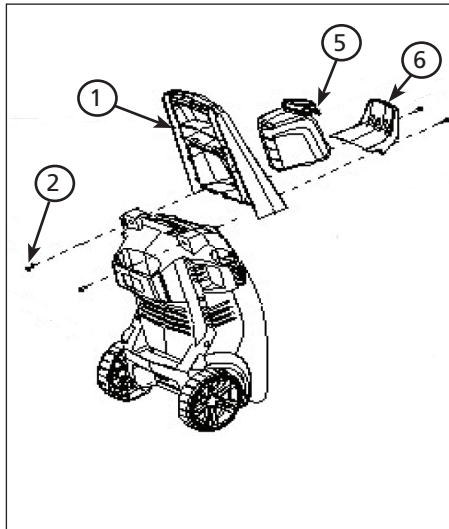
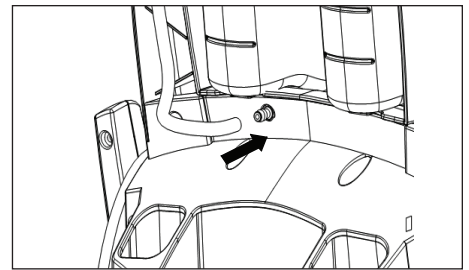

Figura 7 - Sólo PW1826
Figura 8 - Sujete el tubo del jabón a la unidad
1. Deslice el mango (1) en la unidad (ver la figura 7).
3. Deslice el gancho de la manguera (6) en el frente de lavadora a presión.
5. Deslice el tanque de jabón (5) en el mango.
6. Sujete el tubo de jabón a la unidad (ver la figura 8).